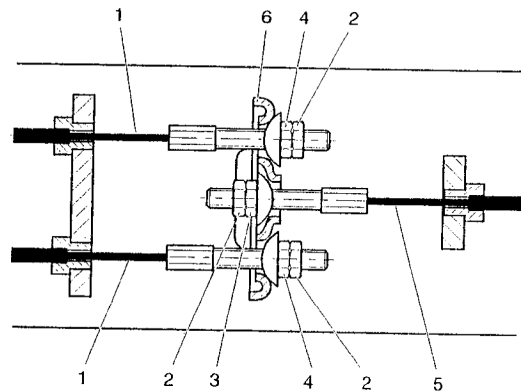
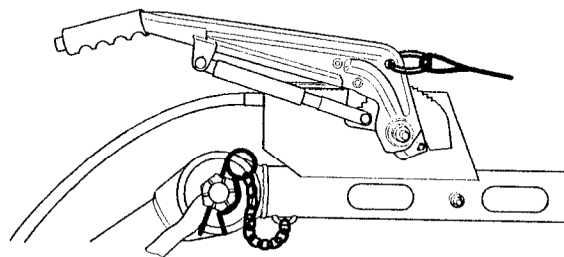

Fig. 5.7 Disposición del cable de freno
Fig. 5.8 Palanca del freno de mano hacia abajo - freno no accionado
Compruebe la posición del ecualizador (Fig. 5.7, 6) con el freno de estacionamiento accionado.
Compruebe todas las tuercas de bloqueo (Fig. 5.7, 2).
1. Con la argolla de remolque extraída a la posición más externa y la palanca de freno de mano en la posición bajada (Fig. 5.8), afloje las tuercas de bloqueo (Fig. 5.7, 2). Gire las tuercas de ajuste y las tuercas del cable del freno (Fig. 5.7, 4) hacia la derecha hasta que no haya flojedad en el mecanismo de freno.
El ecualizador (Fig. 5.7, 6) debe permanecer perpendicular al cable de freno principal (Fig. 5.7, 5).
2. Aplique la palanca de freno de mano varias veces y repita el ajuste. Apriete las tuercas con sus tuercas de bloqueo (Fig. 5.7, 2). Retire el gato y los bloques.